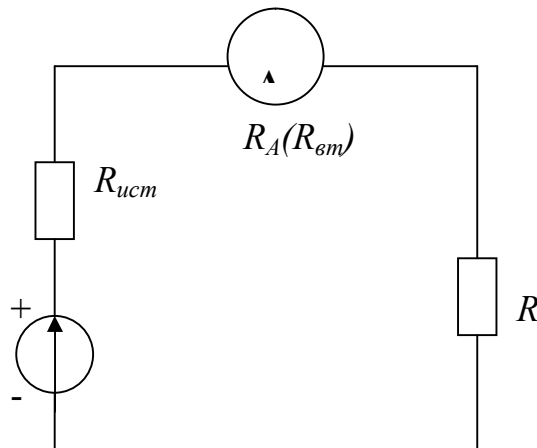

Рис. 1. Включение амперметра в электрическую цепь.
**Измерение тока.** В электрическую цепь включается измеритель тока (рис. 1).
**Задача 2.** В электрическую цепь (см. рис.1), состоящую из источника  $E$ ,  $R_{ист} = 2$  Ом и  $R = 100$  Ом, включен миллиамперметр М260М класса точности  $K_{П}$ ;  $R_{ВТ} = 2$  Ом с конечным значением шкалы 100 мА. Показание прибора  $I$ .
Выбранный прибор должен обеспечить наименьшую общую погрешность измерения тока  $I$  в схеме рис.1, состоящий из источника  $E$ ,  $R_{ист}$ ,  $R$ .